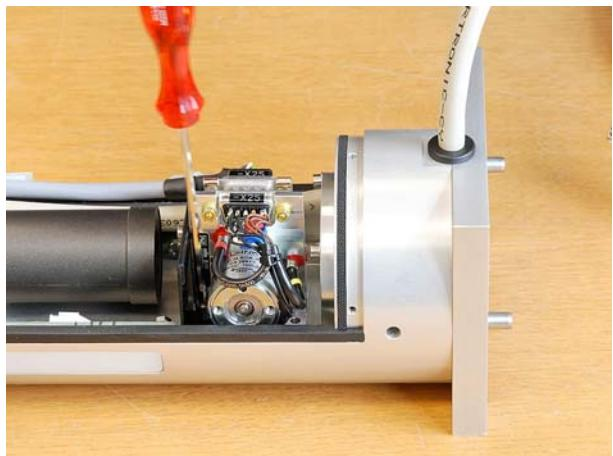

Abbildung 8.19 Shutter ausbauen
2. Befestigungsschrauben des Shutters lösen (Abbildung 8.19).